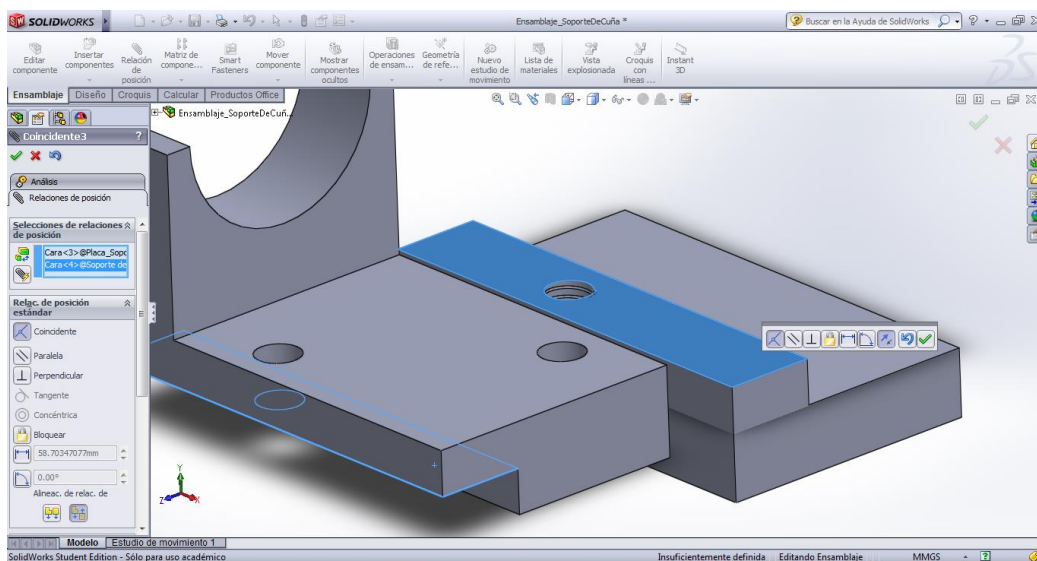

Figura 78. Segunda relación de posición entre las piezas.
- e) En este caso, se agregarán más relaciones de posición. Así, luego de presionar el check en la ventana, se habilitará nuevamente la casilla donde se seleccionan las caras sobre las cuales se hará una relación. Seleccione ahora la superior de la base con la inferior del soporte de cuña, como se muestra en la Figura 78.